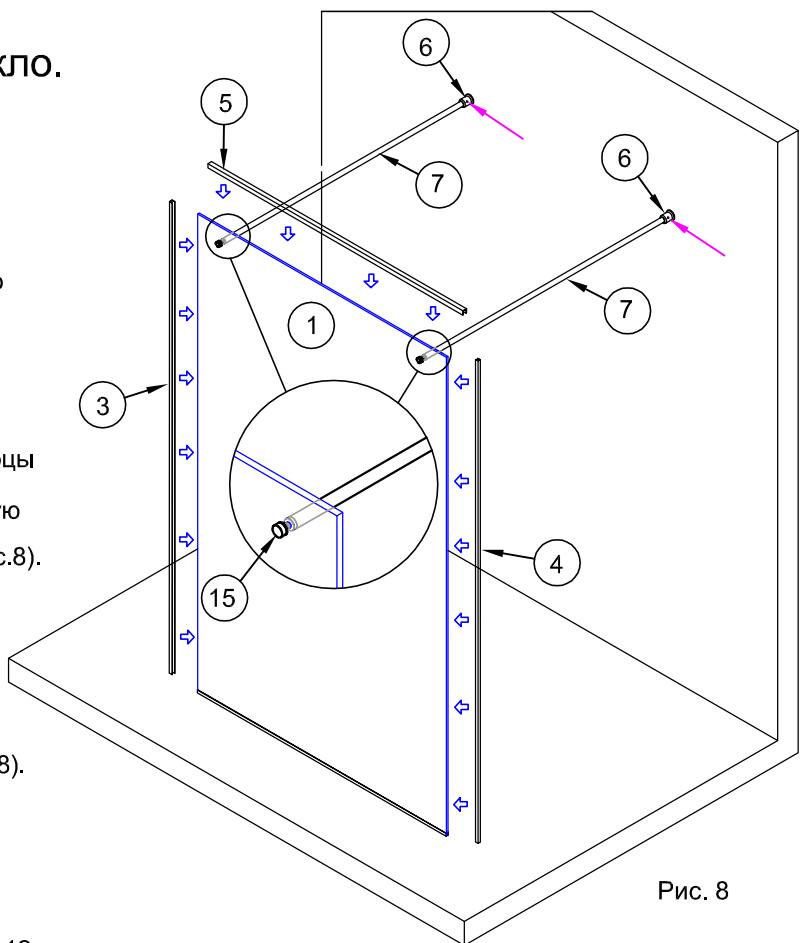

Рис. 8
3.6. Собранные штанги вставить выступающими концами шпилек в отверстия стекла. Другие концы штанг завести в держатели штанга-стена №6. Снаружи на шпильки одеть вторые прокладки №14 и зафиксировать штанги на стекле заглушками №15 (рис.8).
4.1. В средину профилей №3, №4 и №5 нанести силиконовый герметик. Количество герметика должно быть рассчитано на заполнение всех щелей между профилями и стеклом.(рис.8)
4.2. Установить профили №3 и №4 на боковые торцы стеклянной панели. Нижние торцы профилей вплотную к профилю №2 на полу. Лишний силикон удалить (рис.8).
4.3. Установить профиль №5 на верхний торец стеклянной панели. Торцы профиля №5 вплотную к профилям №3 и №4. Лишний силикон удалить (рис.8).